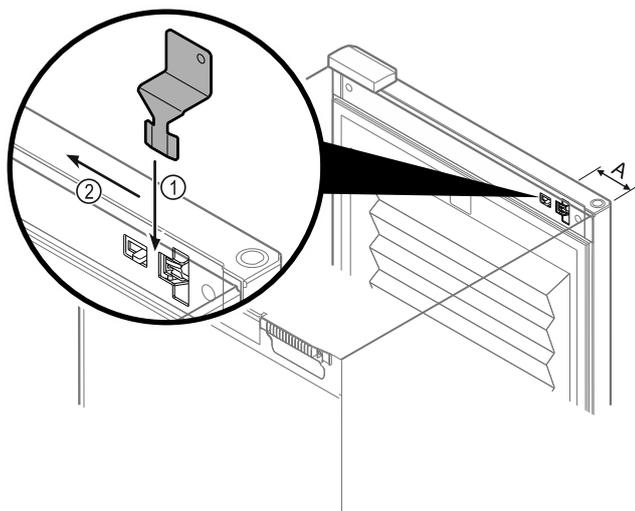

Fig. 217
- ▶ Placer la clé de déverrouillage d'urgence à l'emplacement indiqué Fig. 217 (A) ~ 100 mm.
- ▶ Du haut, insérer la clé de déverrouillage d'urgence Fig. 217 (1) entre la porte et le corps de l'appareil jusqu'en butée.
- ▶ Tirer la clé de déverrouillage d'urgence vers la charnière. Fig. 217 (2)